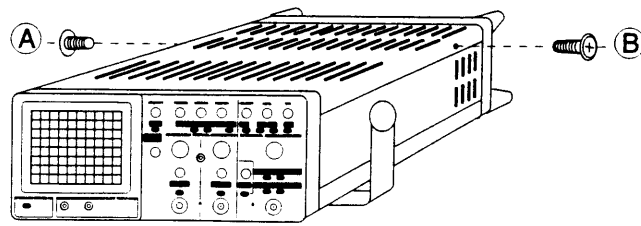

figure 24
- Oter les deux vis A et B (figure 24).
- Remettre les 2 vis A et B pour fixer le capot (figure 24).